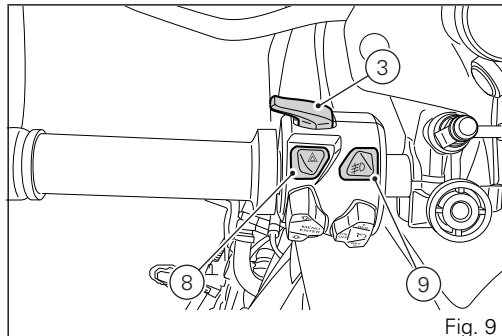

Fig. 9
3) HIGH-BEAM/FLASH BUTTON (FLASH) (Fig. 9)